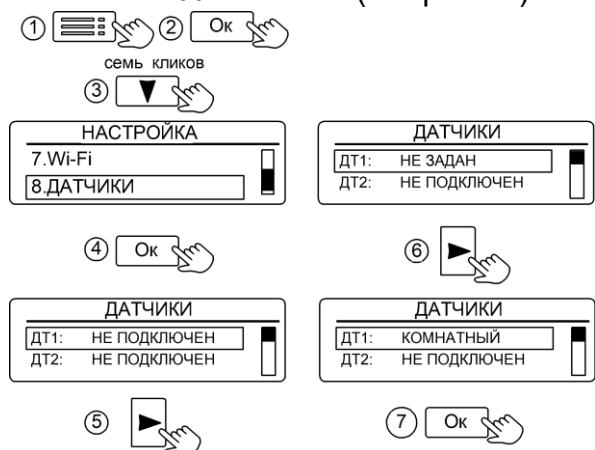

Рисунок 22. Настройка проводных датчиков
- Выбор роли датчика “КОМНАТНЫЙ” или “УЛИЧНЫЙ” (см. рис.22).